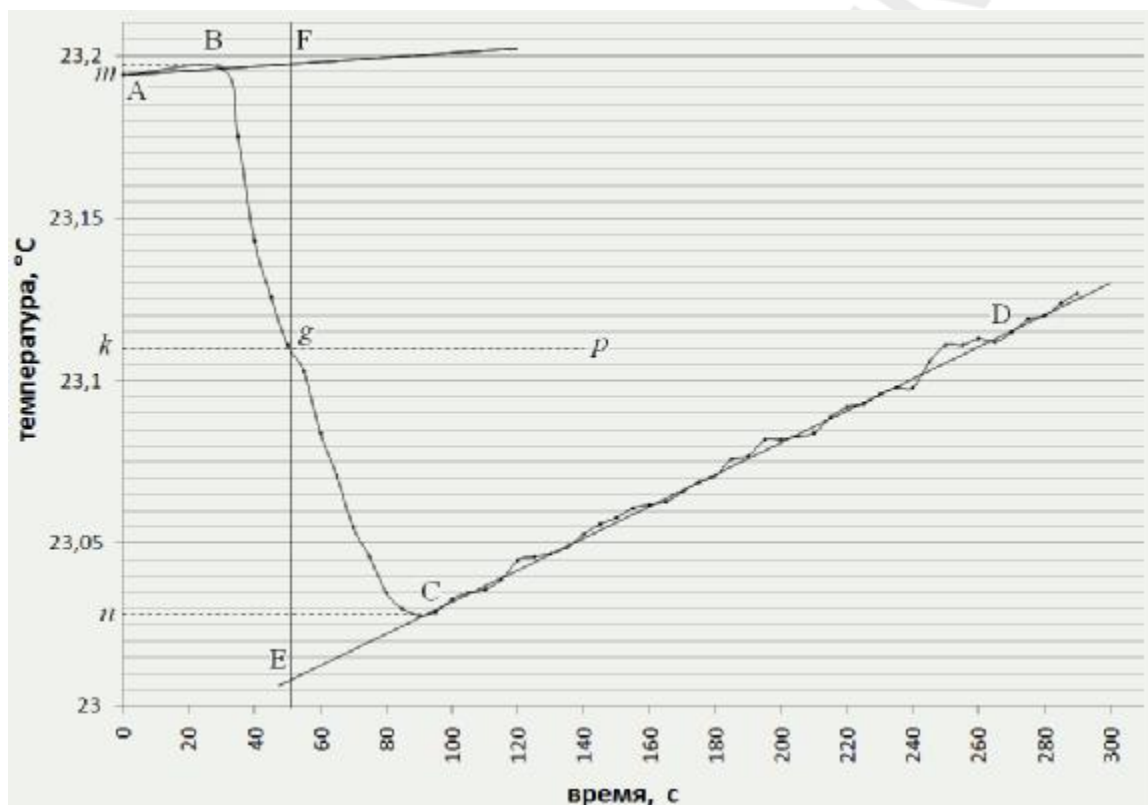

Рис. 17. Изменение температуры при растворении 2 г  $\text{CuSO}_4 \cdot 5\text{H}_2\text{O}$  в  $100 \text{ см}^3$  воды
**Пример расчета теплоты гидратообразования.** При растворении 2 г  $\text{CuSO}_4 \cdot 5\text{H}_2\text{O}$  действительное изменение температуры, определенное графическим методом (рис. 17), составило  $-0,188$  °С. Постоянная калориметра равна 33,32.